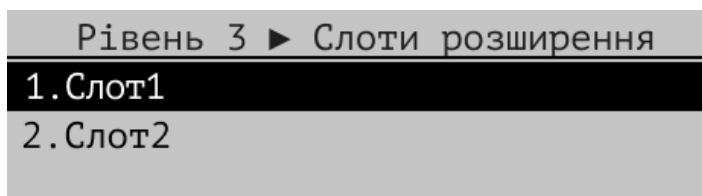

Рисунок 10.8.1 – Конфігурація слоту ППКП
10.8.1 Для налаштування модулів, вставлених в роз'єми (слоти) ППКП «Module 1» та «Module 2» потрібно в головному меню вибрати розділ «Конфігурація слотів» та вибрати потрібний слот – відкривається вікно, зображене на Рис. 10.8.1.